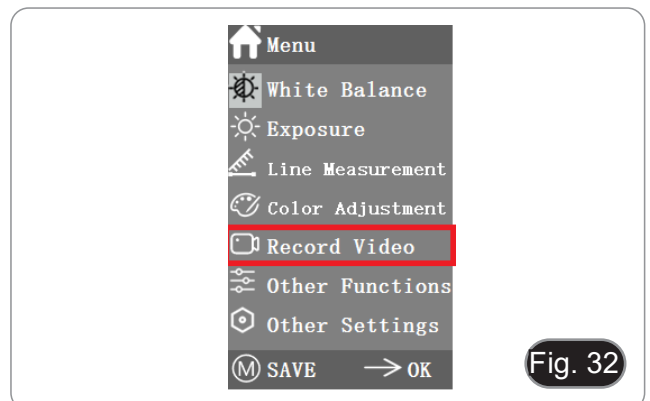

Fig. 32
- Appuyez sur le bouton M pour afficher le menu à l'écran (Fig. 32) et choisissez l'option Enregistrement vidéo en appuyant sur ↑ ou ↓.